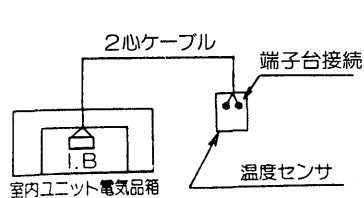

図3
- 室内ユニットの電気品箱と温度センサとの配線は、図3のようになります。2心ケーブルの電気品箱への接続には、3種類あります。